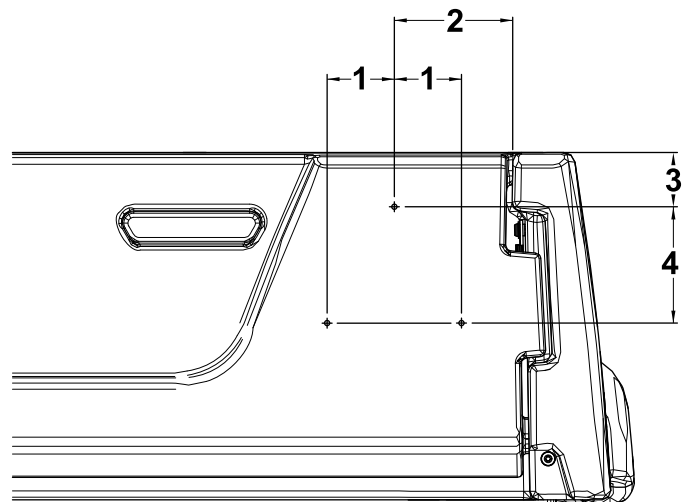

Figura 17
1. No lado direito da porta traseira, meça 130 mm a partir da extremidade direita e 60 mm da parte superior da porta traseira e marque o local (Figura 17).
2. Meça 128 mm para baixo do furo marcado no passo 1 e 74 mm para a direita e esquerda e marque dois locais (Figura 17).
3. Faça um furo de 5 mm em cada local dos três marcados (Figura 17).